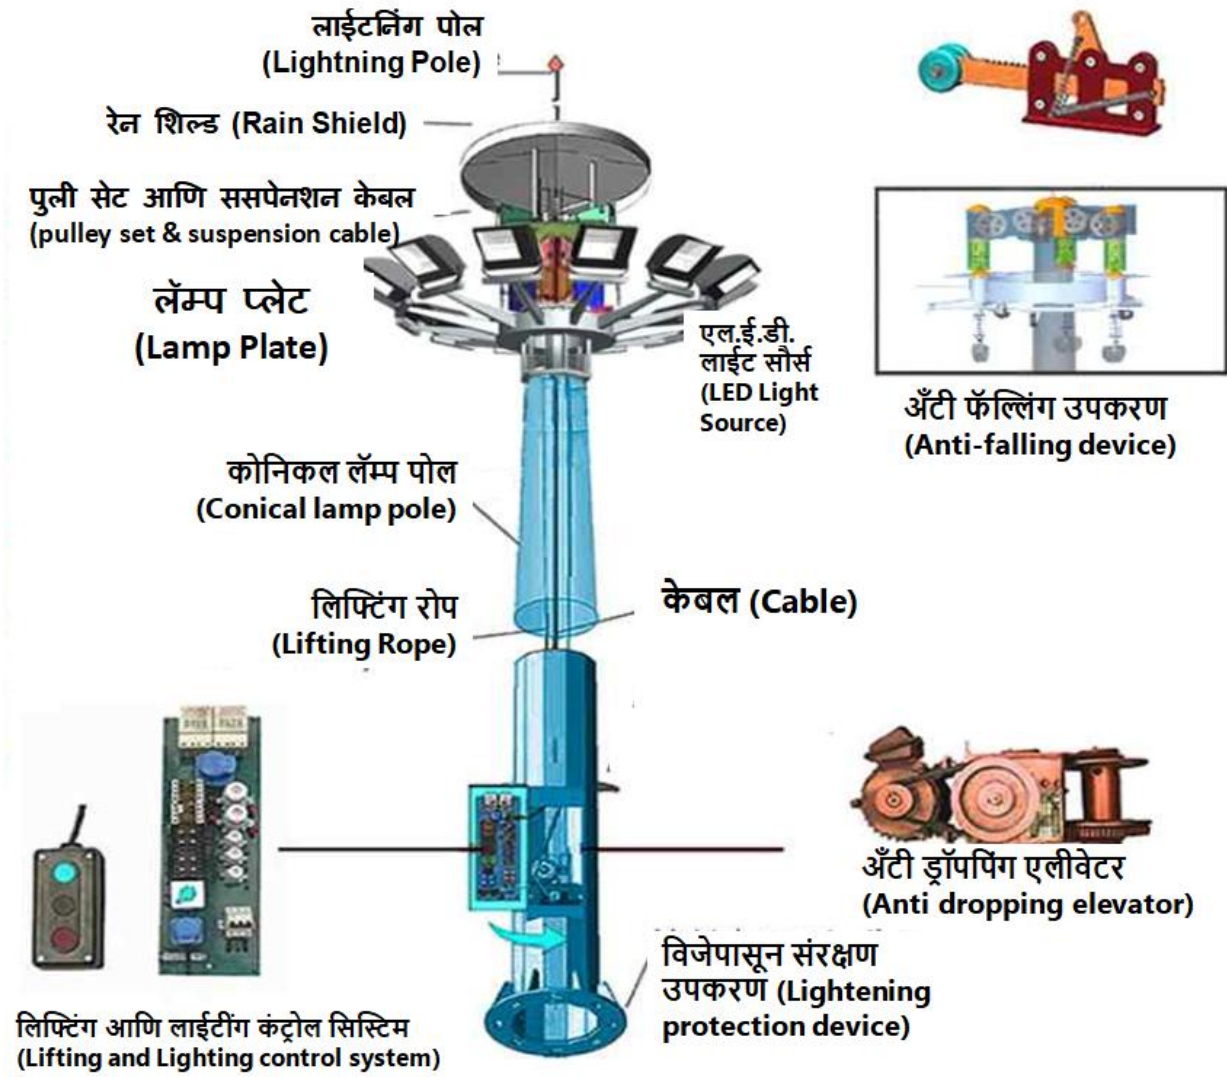

Figure. 4.3.3 – हाय मास्ट पोल स्ट्रक्चर आणि वायरिंग
- 4) Fig. 4.3.3- <https://ashaenter.com/airport-high-mast-led-flood-light-in-bangladesh/>